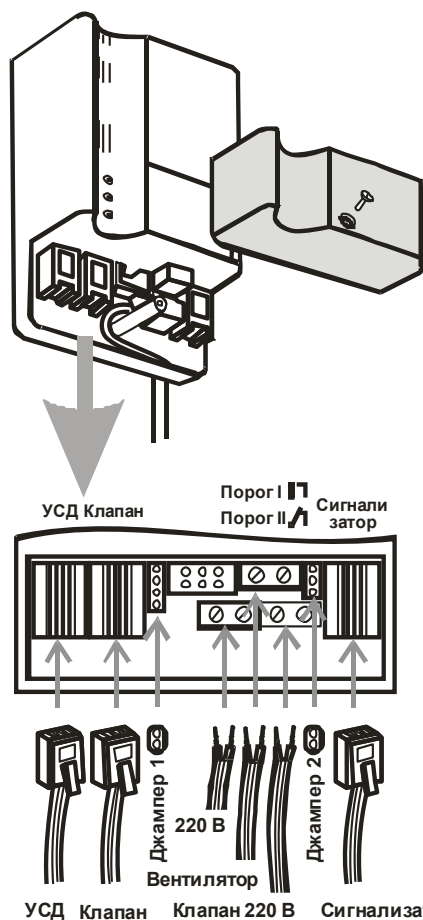

Рисунок 2 - Сигнализатор СИКЗ моноблочного исполнения
Вид клапана	Положение джампера (см. рисунок 2)
1.5.2. На передней стенке Сигнализатора моноблочного исполнения (рисунок 2) расположены светодиоды:
2.2.5.1. Открутить винт крепления съемной панели Сигнализатора (см. рисунок 2) и открыть клеммный отсек.